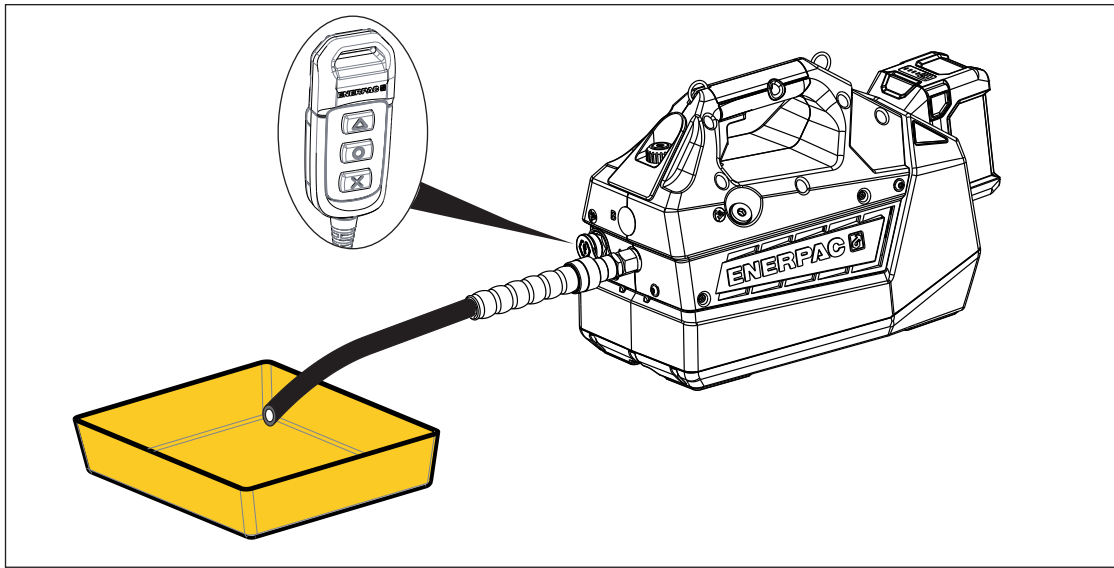

图 14: 排空液压油箱
- 将液压泵放置于水平的工作表面之上。确保将液压泵电源开关切至 OFF (O) 位置。
- 将一个开口软管连接至液压泵“A”端口。将软管的开口端连接至一个恰当的足以容纳所有废油的平底锅或容器中。请见图 14。
6. 打开液压泵电源开关 (I)。
7. 按住点动按钮  不放即可启动电机并使排空油箱。使电机继续运行，直至液压油停止从开口软管中流出。然后松开点动按钮 ，使电机停止运动。请见图 14。